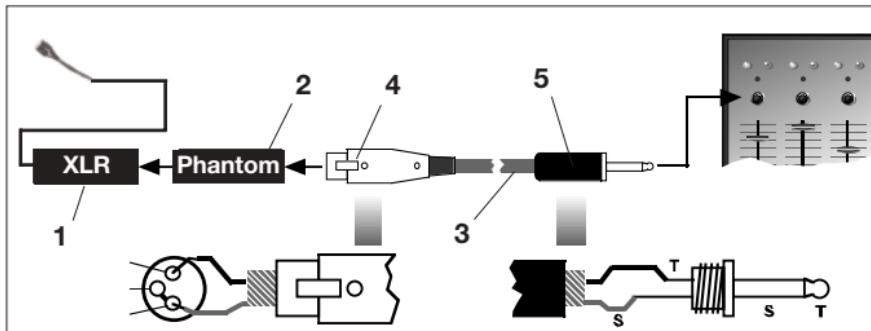

Fig. 2: Conexão a uma entrada não balanceada
Veja fig. 2. Use um cabo (3) com um conector XLR fêmea e um plug banana mono: